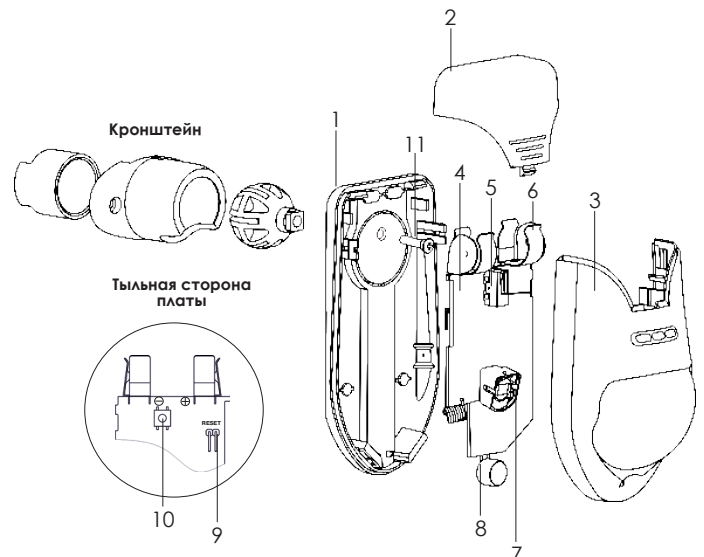

Рисунок 3 – Конструкция датчика
9.2 Откройте корпус датчика, сдвинув верхнюю панель (лючок поз. 2, рис. 3).